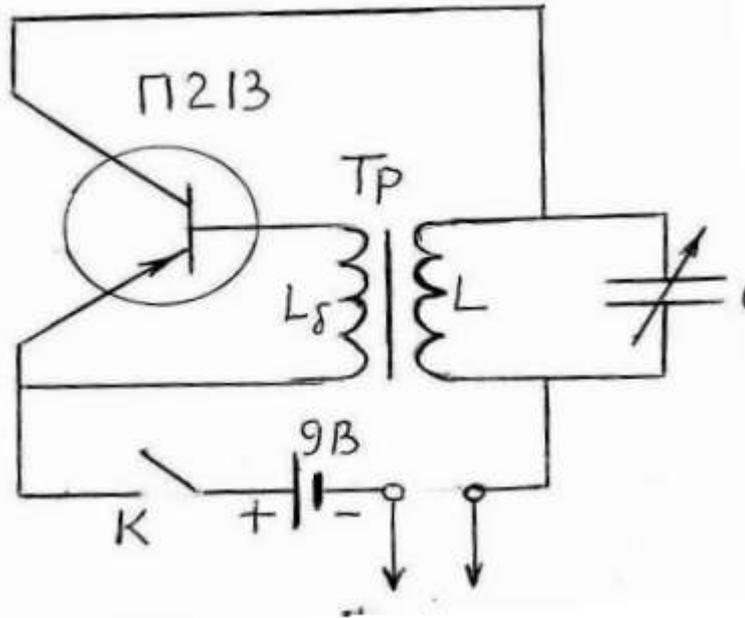

Рис. 12.1. Схема генератора
4. Цепи с обратной связью для генерации электрических колебаний следите за ролью. Для этого концы катушек  $L_k$  соединяются поочередно. Колебания при этом не генерируются (рис.12.1).